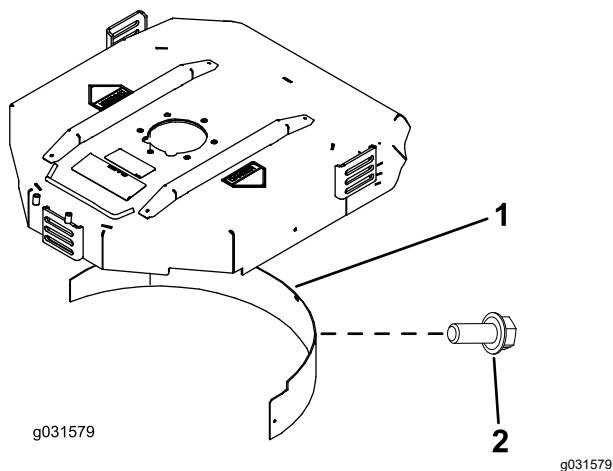

Рисунок 9
- Установите дефлектор для мульчирования в отверстие задней стенки и закрепите его пятью болтами с фланцевой головкой (Рисунок 9).